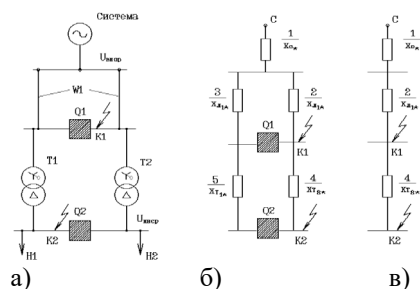

Рисунок 4.1 - Расчетная схема (а) и схемы замещения (б) и (в) для тупиковой или отпаечной подстанции.
1) Для рассматриваемой установки составляют расчетную схему; Расчетная схема - это однолинейная схема электроустановки с указанием тех элементов и их параметров, которые влияют на значение тока короткого замыкания и поэтому должны учитываться при выполнении расчетов. Расчетная схема установки должна отражать нормальный режим работы. На расчетной схеме (рисунок 4.1 и 4.2) намечают расчетные точки короткого замыкания - так, чтобы аппараты и проводники попадали в наиболее тяжелые условия работы. Исключением являются аппараты в цепи присоединений с реактором, выбираемые по току короткого замыкания за реактором.